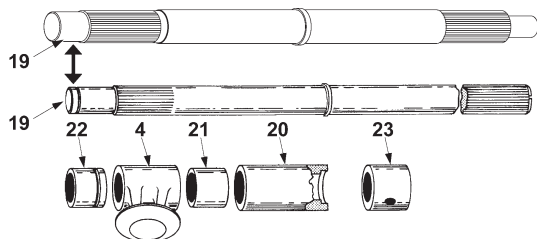

Figura 10
- B. Coloque o corpo da válvula (1) sobre uma superfície plana, de tal modo que o assentamento esteja voltado para baixo.
- C. Passe o lubrificante recomendando na bucha-guia inferior (22) e coloque-a no corpo.
**Nota: A ranhura na bucha-guia (22) deve estar voltada para o centro do corpo. Consulte Figura 10 para a correta sequência de montagem. Se o eixo (19) for o projeto anterior, ele pode haver uma ranhura circular, se sim, instale o anel de retenção (18).**